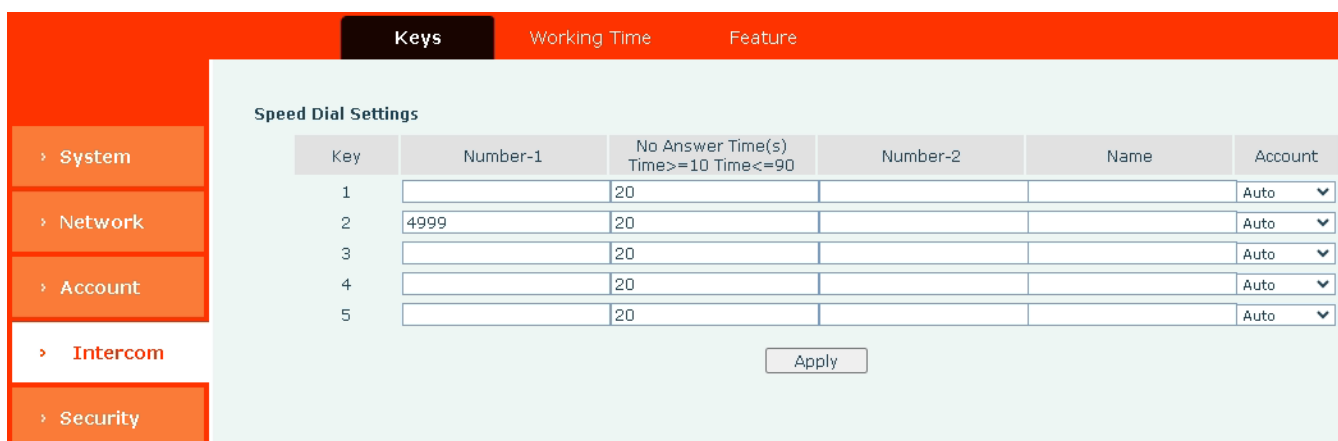

Рисунок 12 – Кнопки быстрого набора
2.7.6.2 Настройки звука выполняются в меню «System / Volumes» (рисунок 12).
2.7.7.1 Для настроек кнопок быстрого набора заполняется поле «Number-1», для набора заданного номера и выбирается аккаунт, с которого будет осуществлён вызов, поле «Account» (рисунок 12).